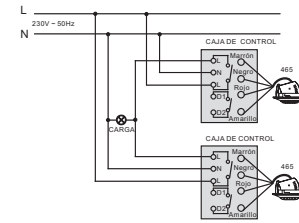

FIG.6
- 2) Dos OS-465 controlando una carga (Ver FIG.6)